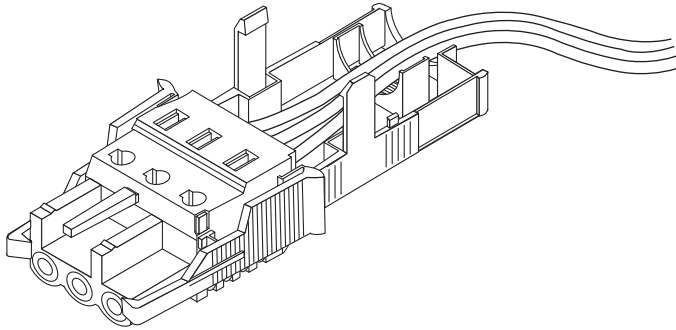

ABBILDUNG 2-10 Verlegen der Drähte im unteren Teil des Zugentlastungsgehäuses
2. Führen Sie die drei Drähte von der Gleichstromquelle durch die Öffnung am Ende des unteren Teils des Zugentlastungsgehäuses, wie in ABBILDUNG 2-10 gezeigt.